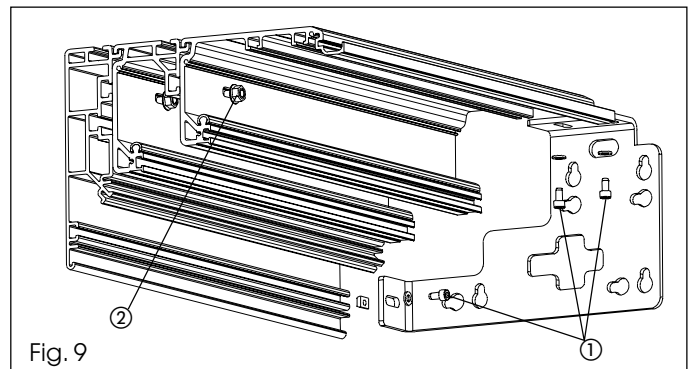

Fig. 9
El travesaño de automatización con el perfil autoportante puede fijarse en los dos extremos utilizando el accesorio bridas laterales (fig. 9).
•Coloque las chapetas en sus correspondientes alojamientos y fije las placas laterales con los tres tornillos de fijación M6 (fig. 9 ref. ①).
•Bloquee los tirantes en sus alojamientos con las correspondientes tuercas (fig. 9 ref. ②).